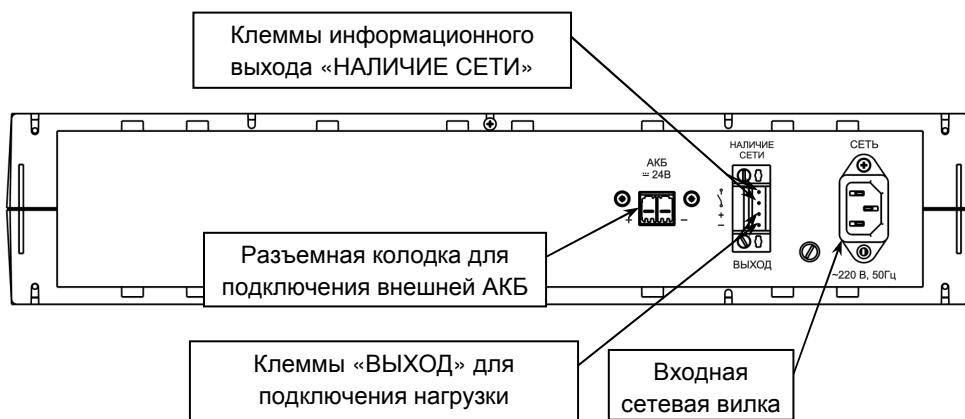

Рисунок 2 — Общий вид задней панели источника
На задней панели корпуса изделия расположены (см. рисунок 2): входная сетевая вилка, разъемная клеммная колодка для подключения внешней АКБ и разъемная клеммная колодка для подключения нагрузки и для выдачи информационного сообщения «НАЛИЧИЕ СЕТИ».
**Подключение внешних цепей к изделию** в соответствии с назначением клемм подключения (см. рисунок 2) выполняется в следующей последовательности: